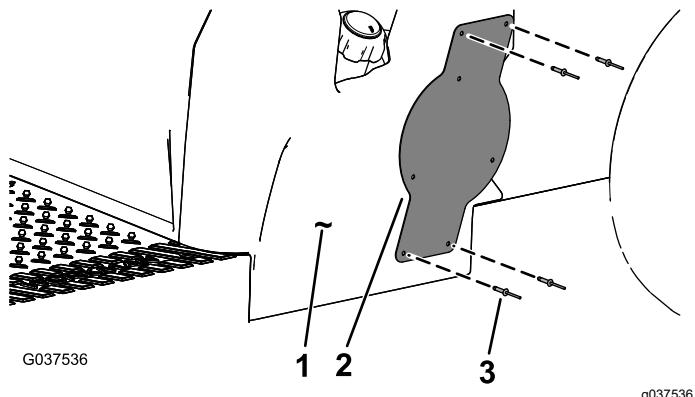

**Figura 10**
1. No lado esquerdo da máquina, meça 51 mm da parte inferior esquerda do lado da base do banco e marque este local (Figura 10).
2. Meça 57 mm diretamente acima do local e marque este local (Figura 10).
3. Meça 83 mm da esquerda do local marcado no passo 2 e marque este local (Figura 10).
4. Meça 80 mm da esquerda do local marcado no passo 3 e, em seguida, meça 299 mm diretamente acima deste local e marque este local (Figura 10).
5. Meça 83 mm da direita do local marcado no passo 4 e marque este local (Figura 10).
6. Faça um furo de 5 mm em cada local dos quatro marcados (Figura 10).